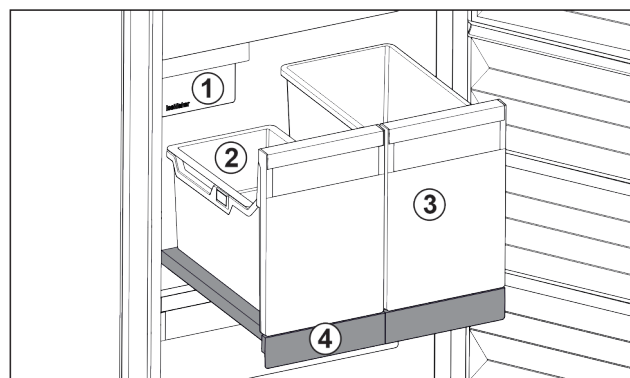

Fig. 99 Utdragshylla med IceTower
Det finns två stora behållare på utdragshyllan (IceTower). I behållaren *Fig. 99 (2)* lagras och samlas istärningar från IceMaker. Behållaren *Fig. 99 (3)* är avsedd för förvaring av höga livsmedel som pizzor eller alkoholhaltiga drycker.